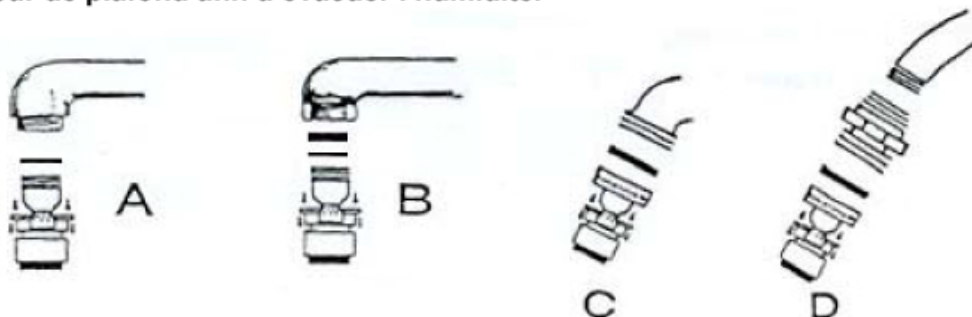

FIG. 4
Quatre (4) adaptateurs sont fournis avec l'appareil (voir fig. 4) dont un pour raccord à une douche (Fig. 4 D)
Four (4) adaptors are supplied with the unit (see FIG.4) one of which is for a shower connection (FIG. 4-D).
Se proporcionan cuatro (4) adaptadores con el aparato (véase fig. 4) incluida el para conexión a una ducha (Fig. 4 de D)
Quatro (4) adapteurs são fornecidos com o aparelho (ver figos 4) um dos quais para conexão um chuveiro (Figs 4 de D)